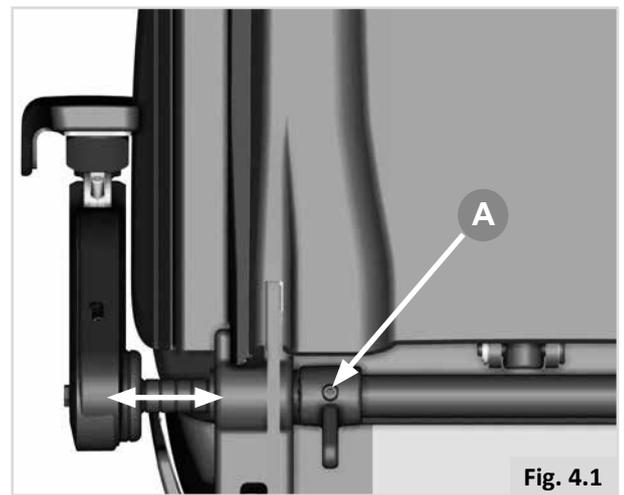

Fig. 4.1
- Lösen Sie die zwei Schrauben am Verschieberohr (5.0 mm Inbusschlüssel) wie in (Fig. 4.1 - A) gezeigt.